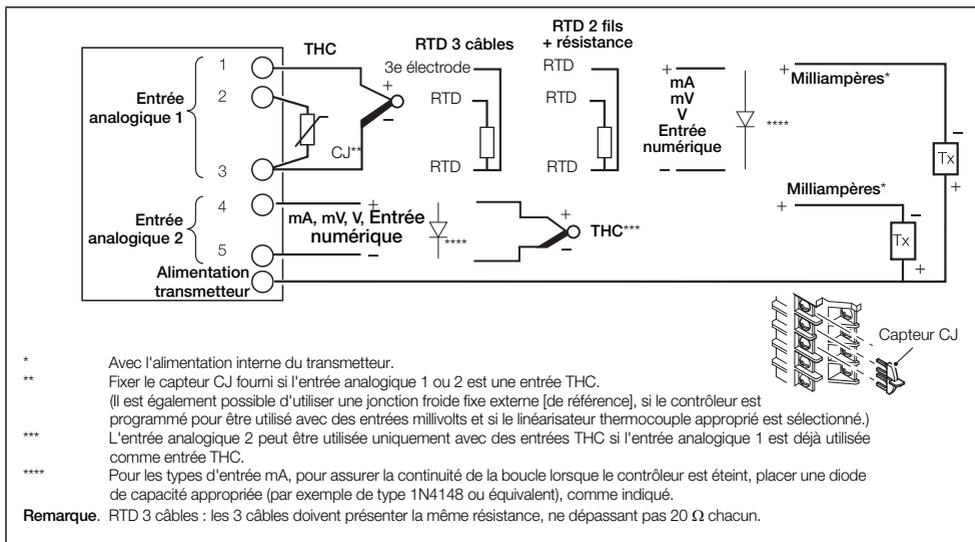
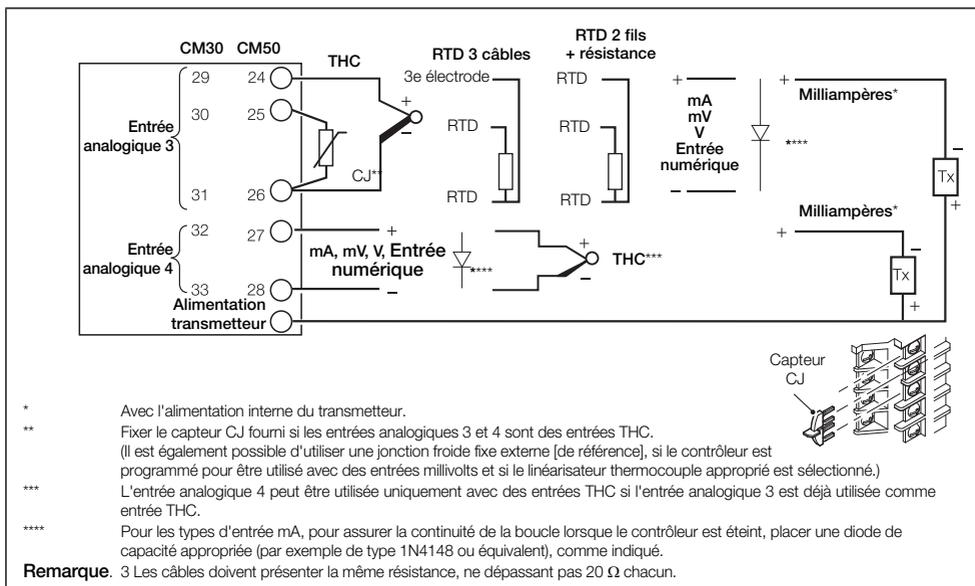

Fig. 4.16 Entrées analogiques standard (1 et 2) - contrôleurs CM30 et CM50
Fig. 4.17 Entrées analogiques en option (3 et 4) - contrôleurs CM30 et CM50
**Remarque.** Les raccordements de bornes standard pour les entrées 1 et 2 sont représentés à la Fig. 4.16. Les entrées analogiques en option 3 et 4 sont représentées à la Fig. 4.17.